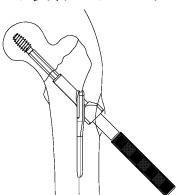
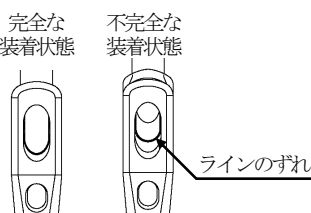

図 14
図 15
- ** 12) プレートインパクトを用いてプレートとラグスクリューを完全に接続し、プレートを骨面に密着させます。(図 14) ラグスクリューの楕円状のマーキングがプレートの長穴と一致すると完全な装着となります。(図 15)